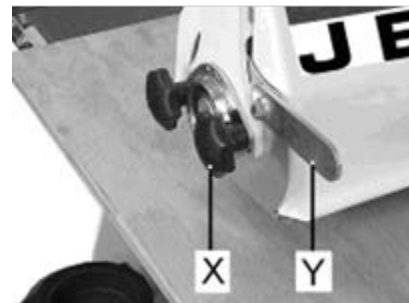

Рис. 19
Для выравнивания щеточного барабана внешний его подшипник может смещаться по вертикали вверх/вниз (Рис. 19).
Ослабьте 2 крепежных винта (X, Рис. 19) и поднимите наружную сторону щеточного барабана на нужную высоту при помощи рычага (Y).